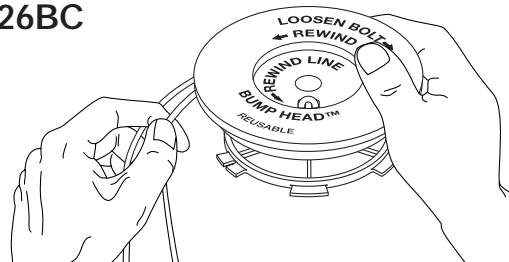

Fig. 39
7. Bobine las líneas en capas parejas y ajustadas sobre el carrete (Fig. 39 o 40). Bobine la línea en la dirección indicada en el carrete interior. Coloque su dedo índice entre las dos líneas para evitar que se superpongan. No superponga los extremos de la línea. Proceda al paso 11.